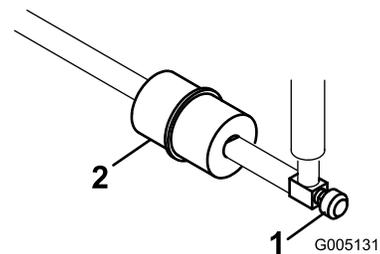

Figure 40
Le filtre à carburant en ligne se trouve dans la conduite d'alimentation, entre le réservoir de carburant et le carburateur (Figure 40).
- Fermez le robinet d'arrivée de carburant (Figure 40).
- Placez un bac de vidange sous le filtre, desserrez le collier sur le côté carburateur du filtre, et débranchez la conduite de carburant du filtre (Figure 40).
- Desserrez l'autre collier et déposez le filtre (Figure 40).